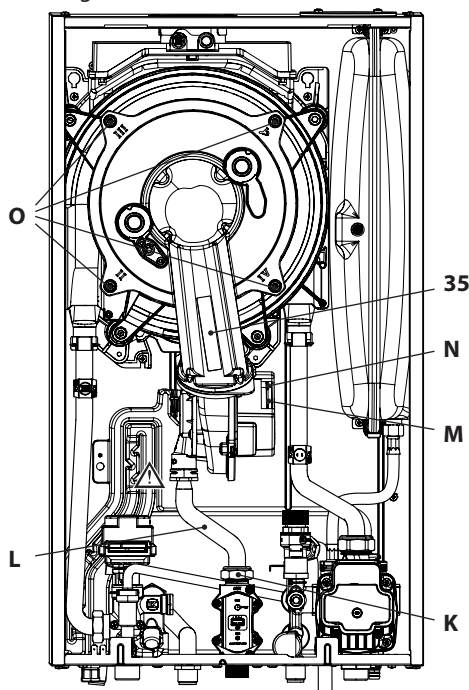

Figura 9.12
Rimozione del gruppo bruciatore ventilatore 35 in Figura 9.12.
- Scollegare il connettore **M** tirandolo verso il basso (Figura 9.12).
- Scollegare il connettore del ventilatore **N** tirandolo verso il basso (Figura 9.12).
- Svitare i dadi **O** e rimuovere il gruppo bruciatore ventilatore 35 (Figura 9.12)